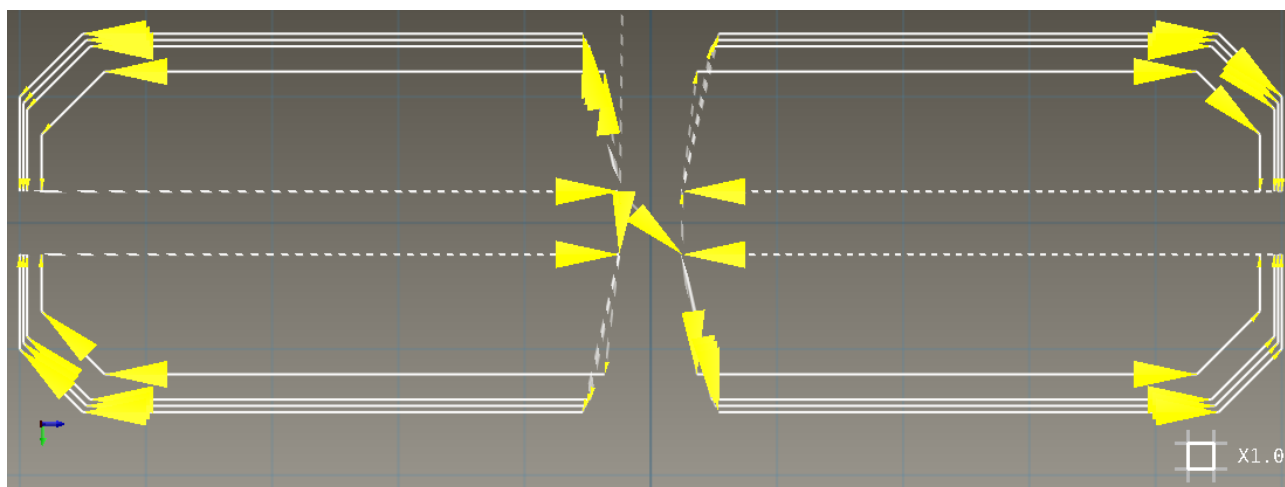

Рис. 2.14.8: Нарезание внутренней и наружной резьбы
**Пример** нарезания внутренней и наружной резьбы в двух вариантах (рис. 2.14.8)